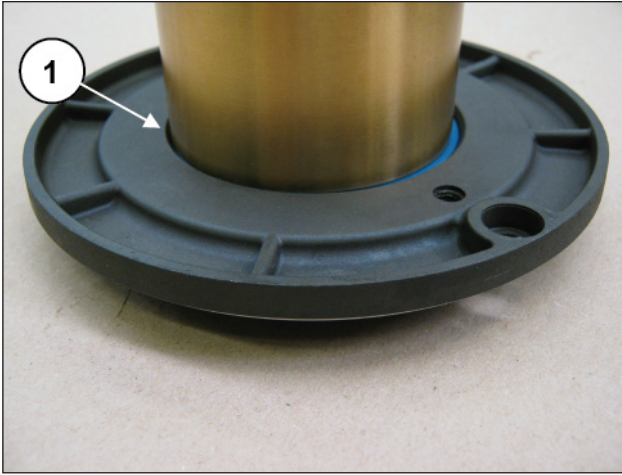

Abb. 137
Positionieren Sie den O-Ring im Sitz des Ölabstreifring-Deckels (Pos. ①, Abb. 137); bauen Sie die montierte Gruppe am vorderen Gehäuse in den entsprechenden Sitz ein, überprüfen Sie den passgerechten Sitz des Deckels (Abb. 138).